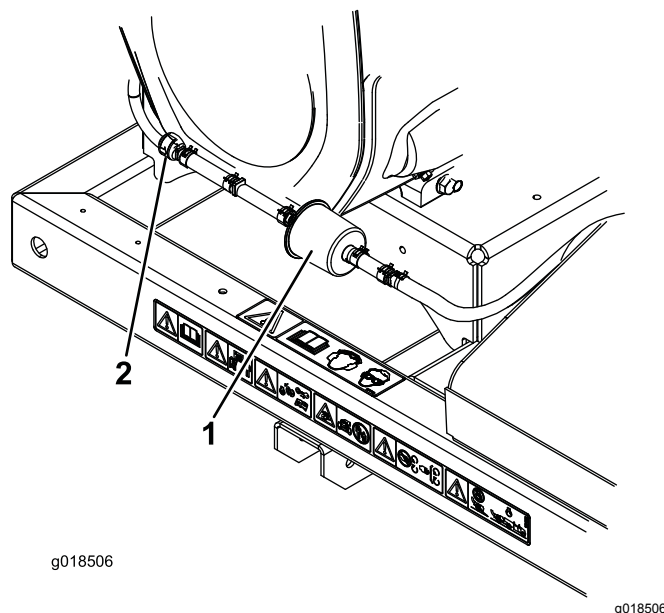

Figura 18
2. Afaste os grampos do tubo do tipo mola em ambos os lados do filtro da linha de purga do recipiente de carbono para longe do filtro (Figura 18).
3. Retire e deite fora o filtro de carbono (Figura 18).
4. Instale um novo filtro no tubo com a seta no filtro a apontar na direção da válvula de verificação e prenda-o com os grampos de tubo (Figura 18).